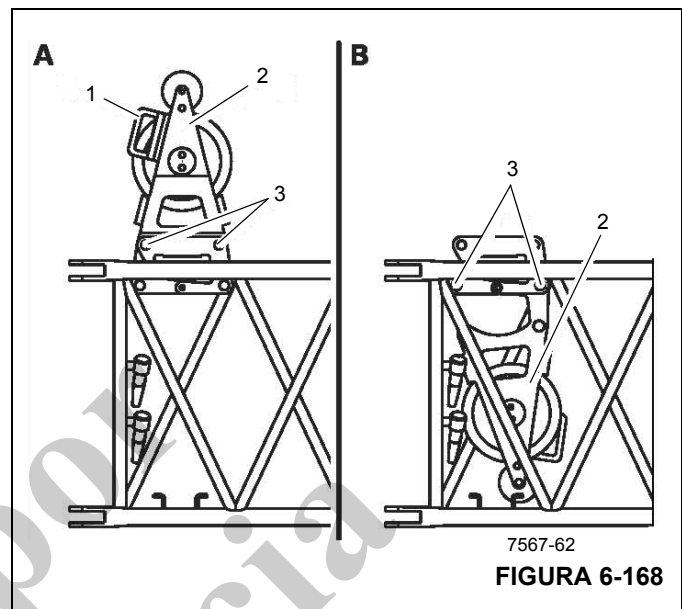

FIGURA 6-168
1. Retire las pinzas de retención de los pasadores (3) (Figura 6-168).
2. Sujete la polea deflectora por la manija (1) y quite los pasadores (3).
3. Pliegue la polea deflectora (2) hacia abajo y sujétela en esta posición con los pasadores (3).
4. Fije los pasadores (3) utilizando pinzas de retención.